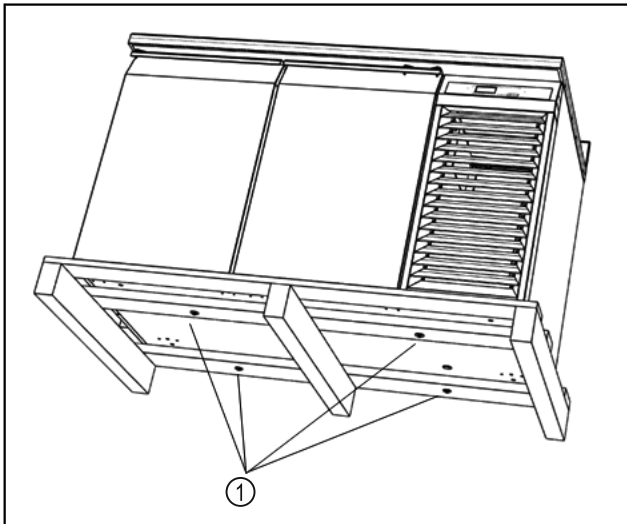

Fig. 7
- Schroeven verwijderen. Fig. 7 (1)